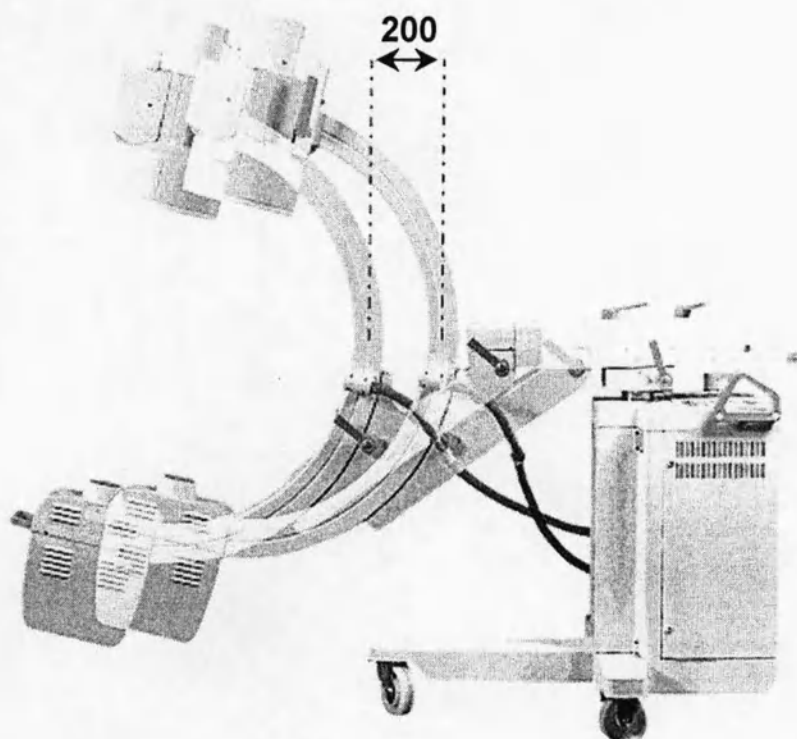

Рис. 1.16. Дуга штатива в двух крайних положениях при горизонтальном перемещении
- Горизонтальное перемещение – 200 мм (рис.1.16)